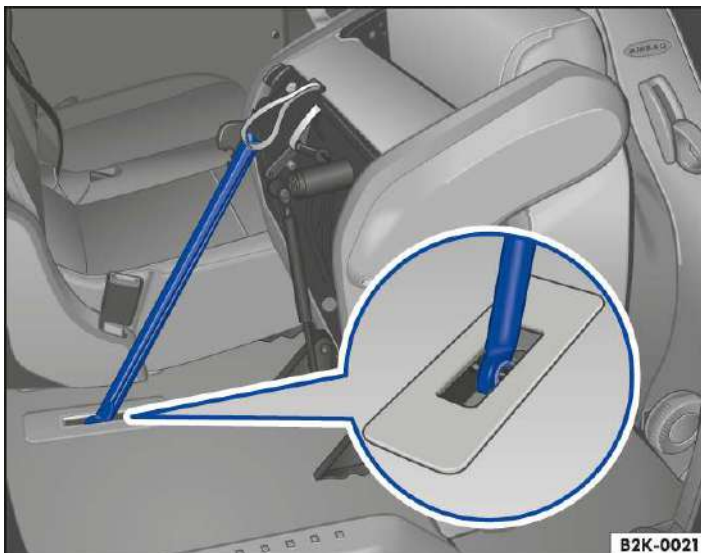

Abb. 2 Zweite Sitzreihe: vorgeklappten Sitz mit Sicherungsstange sichern.
3. Sicherungsstange aus der Halterung lösen und fest in die Sitzverankerung drücken, bis die Sicherungsstange verriegelt ist → Abb. 2.